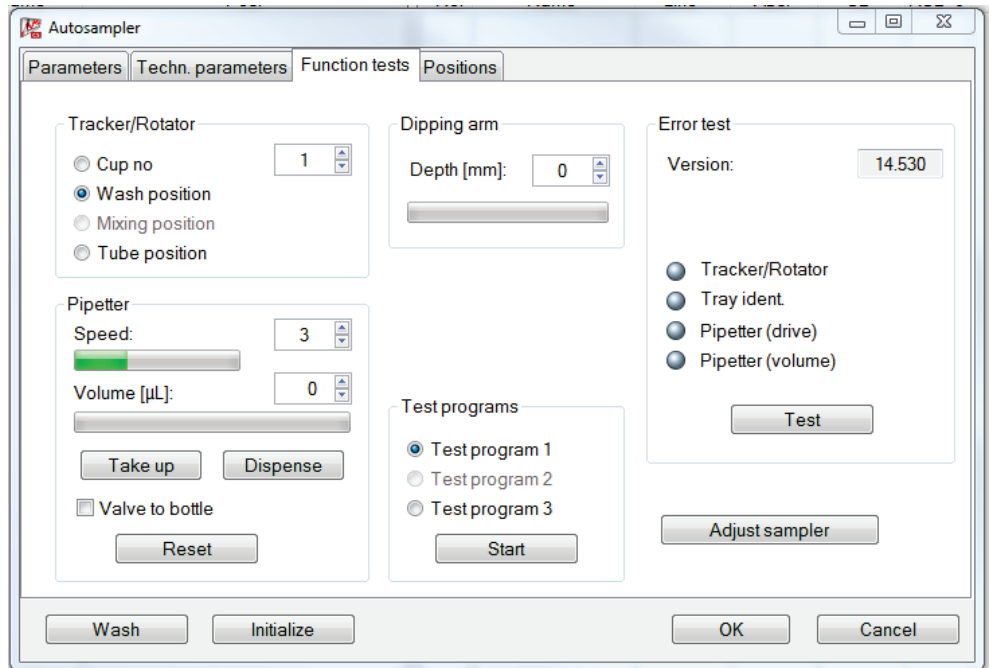

Fig. 64 Finestra AUTOSAMPLER, scheda FUNCTION TESTS
3. In ASpect CS aprire con  la finestra AUTOSAMPLER. Passare alla scheda FUNCTION TESTS (Fig. 64 pag.117).